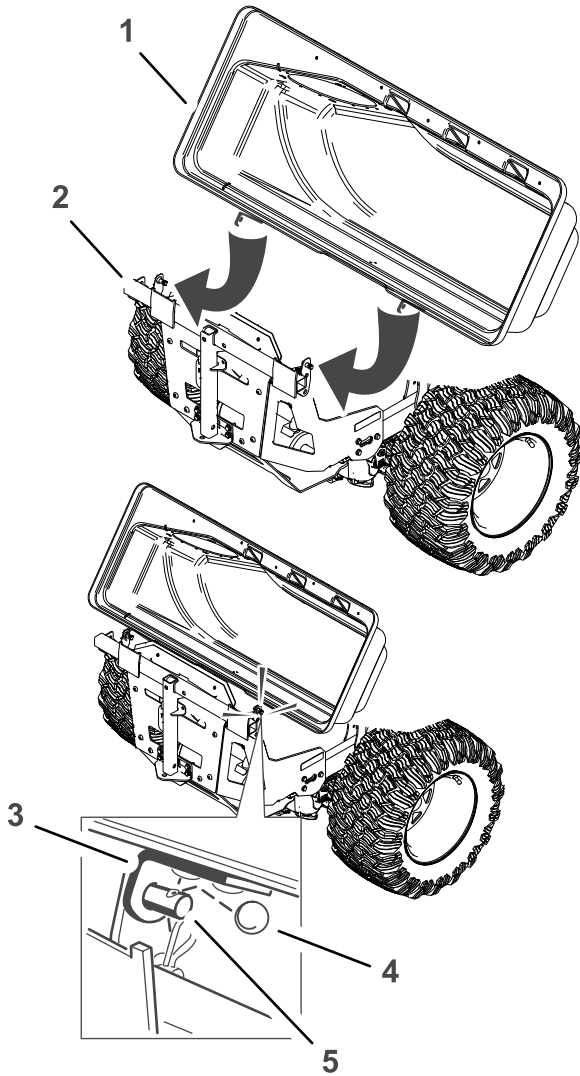

Figura 20
2. Coloque los soportes sobre las clavijas del bastidor del ensacador, e instale la chaveta circular en el orificio de la clavija derecha (Figura 20).